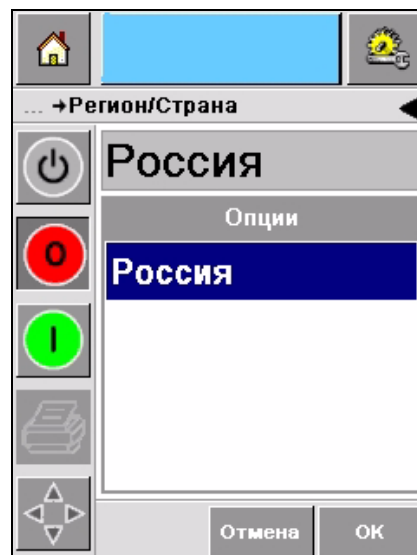

Рисунок 5-28: Список регионов/стран
- 5 Выберите нужный регион (Рисунок 5-28) и коснитесь пиктограммы ОК.